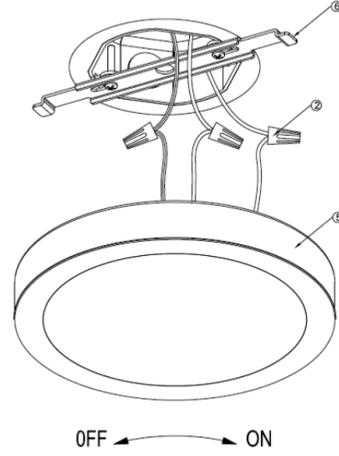

Fig 2
4. Utilice las tuercas de cables (2) para conectar cable verde a cable de fuente de alimentación de cobre verde o desnudo, el cable negro del accesorio al cable negro de suministro de energía y el cable blanco del accesorio al cable blanco de suministro. Consulte la Fig. 2.
5. Levante el equipo (5) hasta el techo, alinee las ranuras de montaje en la parte posterior del equipo (7) con las lengüetas en el soporte de montaje (6). Consulte la Fig. 2.
6. Enganchar ambas ranuras en la parte posterior y en las lengüetas del soporte de montaje (6), luego gire en sentido horario hasta que el equipo se detenga.
4. Use Wirenuts (2) to connect fixture wires and power supply: copper/green wire to copper wire, black wire to black wire, and white wire to white wire. See Fig. 2.
5. Lift fixture (5) up to the ceiling, and push wires up into junction box, then align mounting slots on back of the fixture (7) with tabs on the Mounting Bracket (6). See Fig. 2.
6. Engage 2 slots on back of fixture and 2 tabs of mounting bracket (6), and rotate clockwise until fixture is stopped.
4. Utiliser le capuchon de connexion (2) pour raccorder fil vert au fil d'alimentation en cuivre vert ou nu, le câble noir du luminaire au câble d'alimentation noir et le câble blanc du luminaire au câble d'alimentation blanc. Voir Fig. 2.
5. Soulever le luminaire (5) jusqu'au plafond pour aligner les fentes de montage (7) de l'arrière du luminaire avec les languettes sur le support de montage (6). Voir Fig. 2.
6. Engager les deux fentes à l'arrière du luminaire et les languettes du support de montage (6), puis tourner dans le sens horaire jusqu'à ce que le luminaire s'arrête.